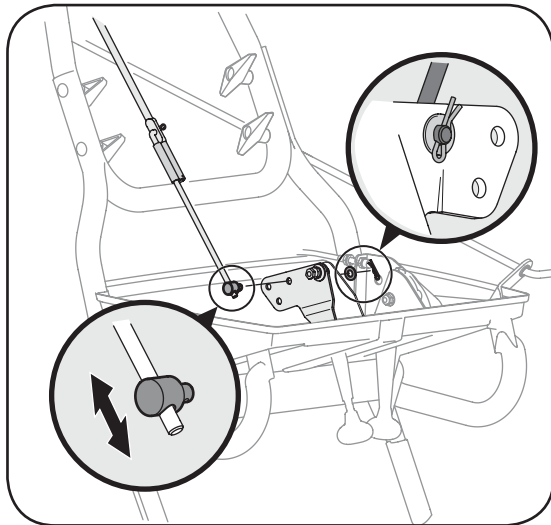

Figure 5-1
1. Regardez sous le tableau de bord et notez dans lequel des trois trous du levier de vitesses la virole a été insérée. Notez aussi le sens de l'insertion. Retirez ensuite la goupille fendue interne et la rondelle plate qui se trouvent sur la virole et dégagez la virole du levier de vitesses. Voir la Figure 5-1.
4. Vissez ou dévissez la virole sur la tige du levier de vitesses selon le besoin, jusqu'à ce que la virole soit alignée avec le trou dans lequel elle se trouvait plus tôt. Voir la Figure 5-1.